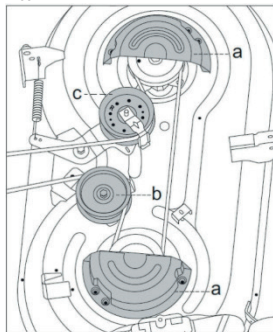

FIG.26
RETIRE LAS DOS CUBIERTAS PROTECTORAS DE LA CORREA (A, FIG. 26) QUITANDO LOS SEIS TORNILLOS QUE LAS FIJAN A LA PLATAFORMA.
3. RETIRE LA CUBIERTA FIJA (B, FIG.26) Y LA CUBIERTA TENSORA (C, FIG.26).